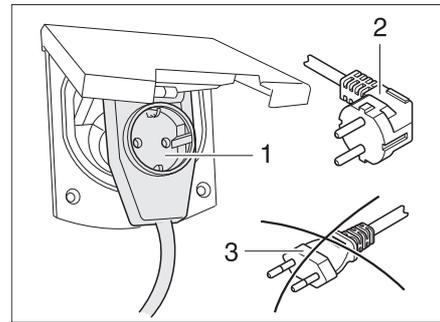

Bild 202 Anschluss an eine Winkelkupplung mit Steckdose
- ▶ Bei Verwendung einer CEE 17 Winkelkupplung mit rückseitig eingebauter Steckdose (Bild 202,1) nur einen gummierten und versiegelten IP 44 Stecker mit Schutzkontakt (Bild 202,2) verwenden. Keine Stecker ohne Schutzkontakt (Bild 202,3) verwenden. Gefahr eines Stromschlages!